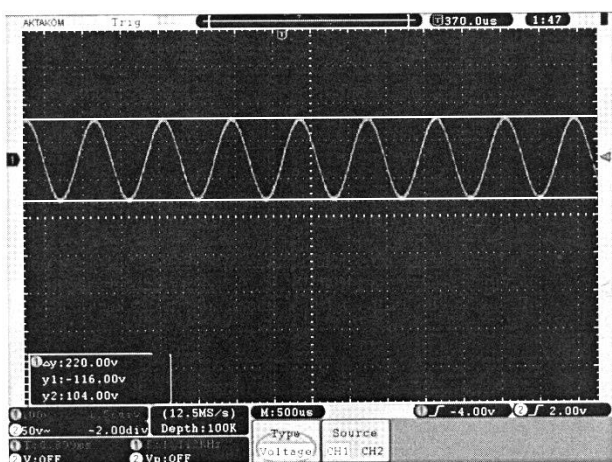

Рис. 3.15. Курсорные измерения в амплитудной области
6. Результат курсорных измерений отображается в отдельном окне в нижнем левом углу экрана (рис. 3.15).